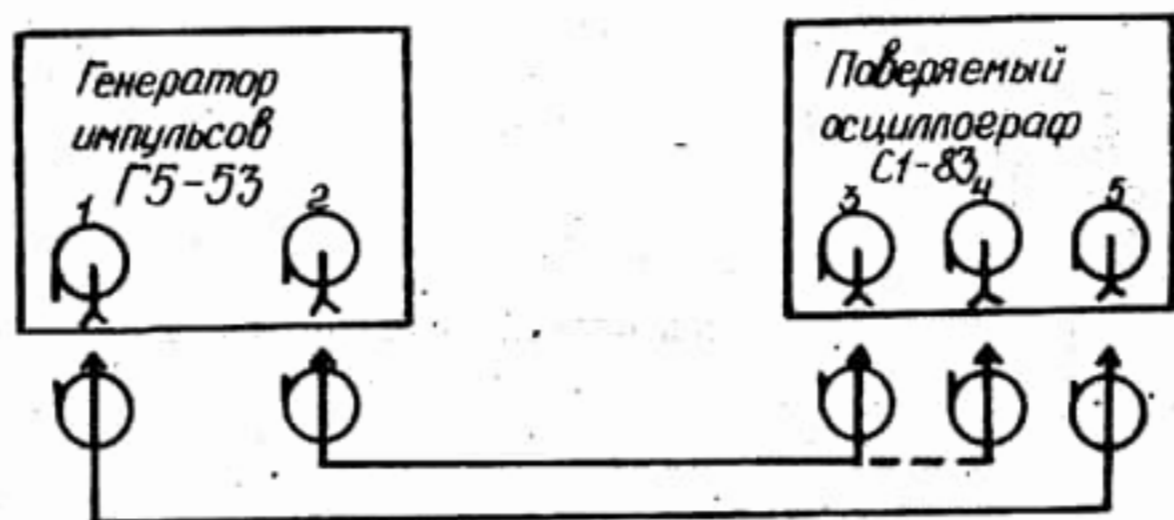

Рис. 16.
14.3.2.3. Проверка работы органов регулировки коэффициентов развертки (рис. 16).